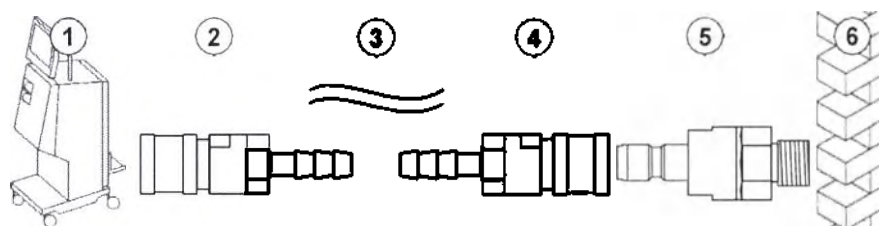
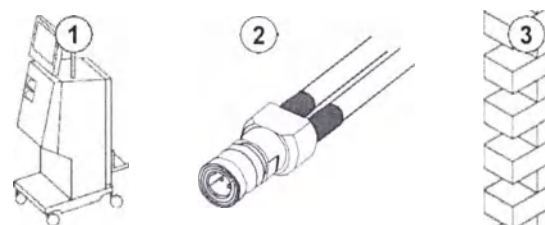

Рис. 4-4 Вариант 1: вход воды через муфты Aquaboss
Рис. 4-5 Вариант 2: вход воды через муфты Aquaboss для кольцевого трубопровода.
- Вариант 1: 2 муфты с внутренней резьбой (Рис. 4-4, ②, ④), внутренний диаметр гибкой трубы 9 мм, материал 1.4571 EPDM
- Вариант 1: 1 закрывающий ниппель с внешней резьбой ⑤, материал 1.4571 EPDM
- Вариант 2 (возможно использование кольцевого трубопровода): Вторичный кольцевой трубопровод с двойным Р-У-образным соединителем без мертвого пространства (Рис. 4-5, ②)
Вариант 2: используется кольцевой трубопровод. Трубы, идущие от стены и идущие к стене, закреплены на внешней муфте (Рис. 4-5, ②).
1. Подсоедините муфту с внутренней резьбой ② непосредственно к аппарату.